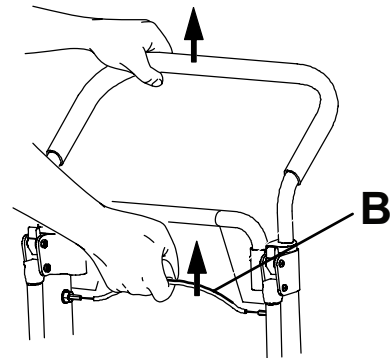

Figura 7 – Cabo de libertação da pega de controlo superior
3. Operador na extremidade do lado da cabeça: Utilize uma mão para puxar o cabo de libertação da pega de controlo superior vermelha (B) (Figura 7). Utilize a outra mão para puxar a pega para cima e a estender na totalidade. Solte o cabo e certifique-se de que a pega ficou bloqueada de ambos os lados, na posição totalmente estendida.